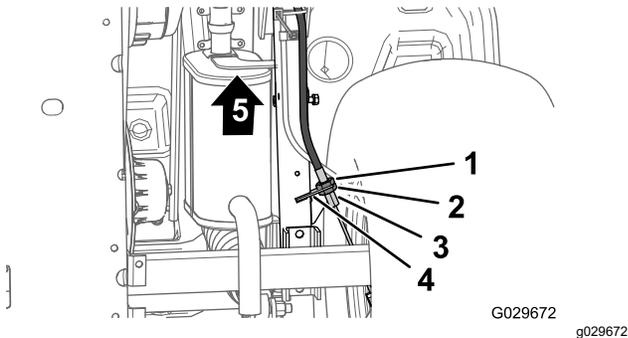

図 53
3. 機体の下側で、駐車ブレーキケーブルのねじ山付きアジャスタの後ジャムナットを4回転ゆるめる 図 53。
4. 前側ジャムナットを締める 図 53。
- A. ブレーキケーブルのねじ山付きアジャスタの前ナット 図 53 を1回転ゆるめる。
- B. 後側ジャムナット 図 53 を締める。
- A. ブレーキケーブルのねじ山付きアジャスタの後ナット 図 53 を1回転ゆるめる。
- B. 前側ジャムナットを締める 図 53。